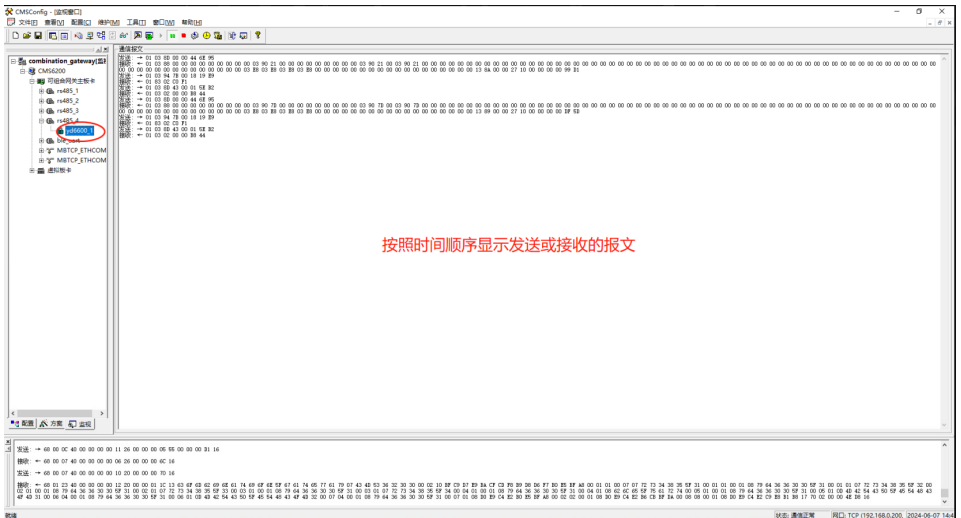

图 5-50 通信监视-通信报文
- 监视通信报文：在“监视”属性页的空白地方，点击鼠标右键，在弹出菜单中选择“通信报文”，在监视窗口显示发送和接收通信报文，如图 5-50 所示。
点击左侧配置树中的节点，则显示该节点对应的发送和接收报文。图 5-50 中，若点击的是“主板卡 1”板卡节点，监视窗口会显示该板卡下所有端口的所有设备的通信报文。若点击“串口 1”端口节点，监视窗口会显示这一端口的所有设备的通信报文。若点击“设备 1”设备节点，监视窗口会显示这一设备的通信报文。